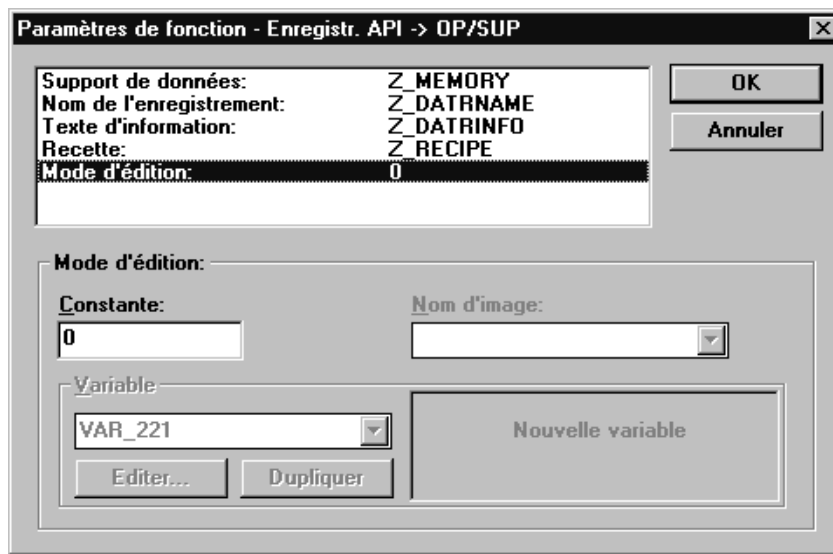

Figure 9-4 Définition des paramètres pour la fonction DAT → OP/API
6. Cliquez sur le bouton *Paramètres* et définissez les valeurs des paramètres comme décrit ci-après. Sélectionnez pour cela respectivement sous *Variable* la variable indiquée. La figure 9-4 représente la boîte de dialogue avec les paramètres.